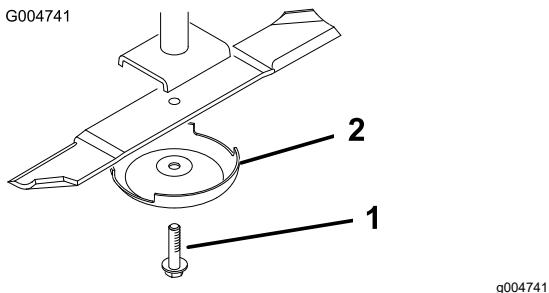

Figura 6
8. Montate le lame, le coppe antistrappo e i bulloni della lama (Figura 6).